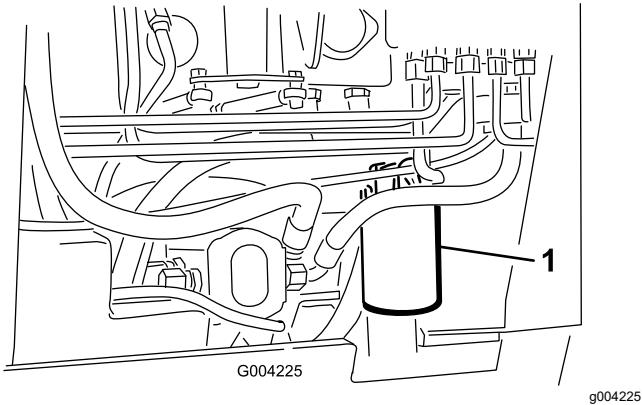

Figura 61
4. Collocate una bacinella di spурgo sotto il filtro (Figura 61).
5. Togliete il filtro usato (Figura 61) e pulite la superficie della guarnizione dell'adattatore del filtro.
7. Montate il filtro idraulico di ricambio sull'adattatore del filtro (Figura 61). Girate il filtro in senso orario finché la guarnizione di gomma non tocca l'adattatore, quindi serrate il filtro di un altro 3/4 di giro.